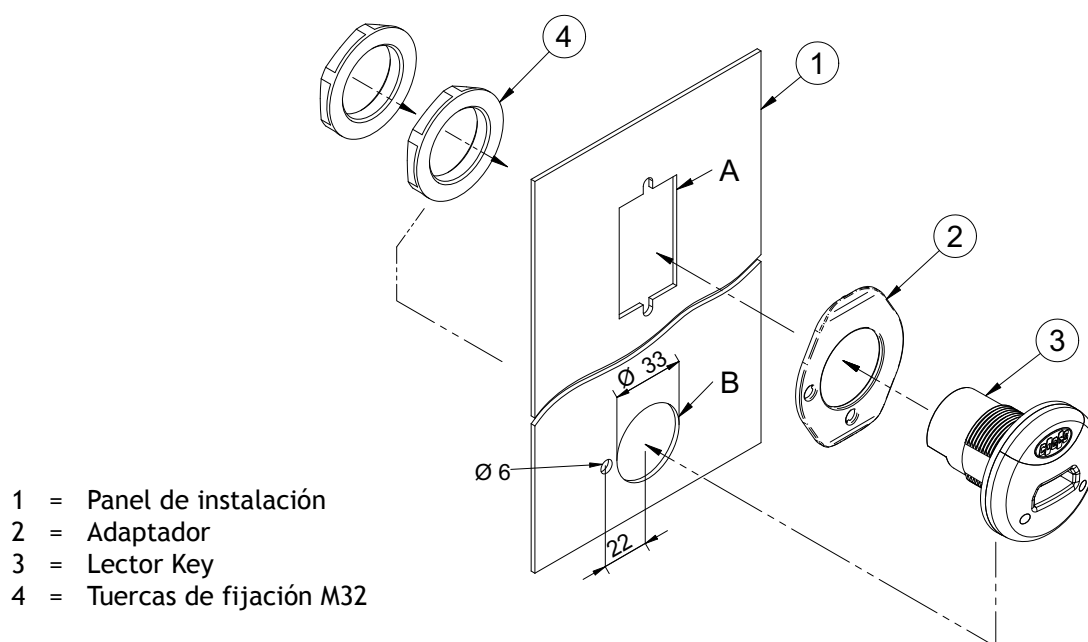

fig. 42
Para instalar el Lector de llave Key es suficiente practicar en la superficie de instalación un agujero de diámetro 33 mm con una fresa de taza, que se puede encontrar fácilmente en las tiendas especializadas. Realizar un segundo orificio a la izquierda del primero, con diámetro 6 mm, distancia entre los ejes 22 mm, como se indica en la fig. 42 (B). Introducir el Lector y fijarlo utilizando ambas tuercas que se han entregado.